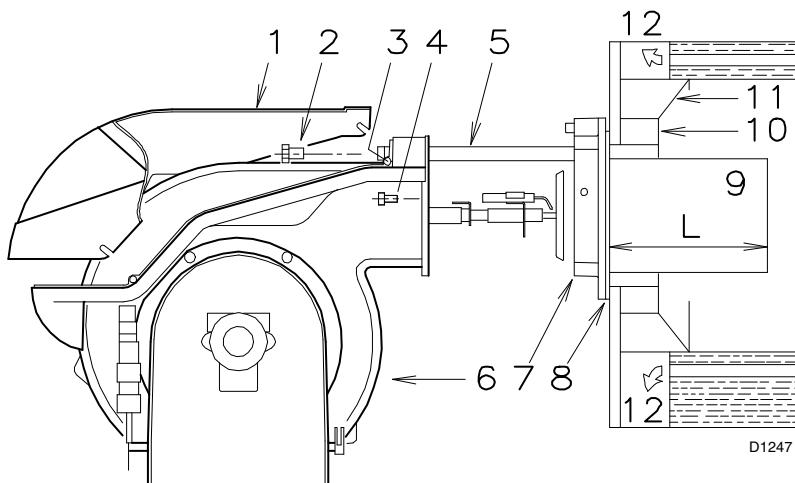

Fig. 7
Para as caldeiras com a frente refrigerada por água, não é necessário o revestimento refratário 10)-11) (Fig. 7), excepto se o fabricante da caldeira assim o indicar.
Fixar a flange 7) (Fig. 7) à placa da caldeira, intercalando a junta 8) (Fig. 7) fornecida. Usar os 4 parafusos fornecidos, depois de haver protegido a rosca com um produto antibloqueio.
- Abrir o queimador sobre as guias como se indica (Fig. 7 Pág. 9).